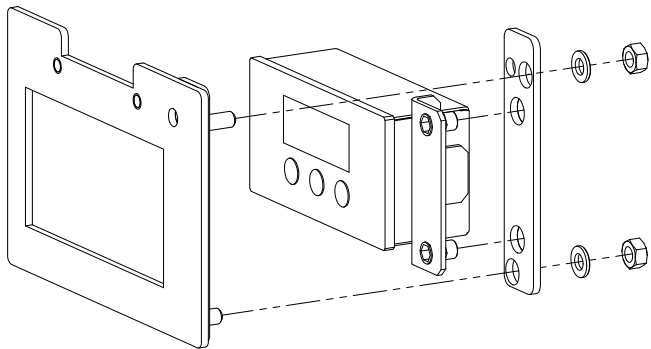

Fig.2
- De meegeleverde fixatieplaat met de schijven en moeren aan de elektronica monteren (Fig.2).
- Om de OEC eenvoudiger te kunnen inbouwen, moet het draaibare deel van het apparaat met behulp van de voetsteun (zie Aanwijzing Pico Compact, Fig.2) volledig naar links resp. rechts worden gedraaid. Zie Aanwijzing Pico Compact, hoofdstuk „Haardkachel draaibaar“ voor het ontgrendelen van de voetsteun.